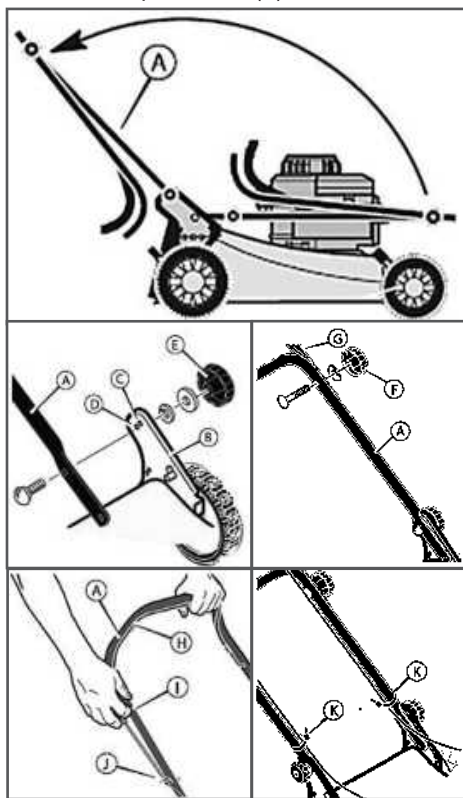

Рис. 2 Сборка газонокосилки
3. Установите нижнюю часть А рукоятки в рабочее положение (Рис. 2).
4. В скобе рукоятки (В) имеется два крепежных отверстия (Рис. 2). Используйте отверстие (С) для крепления рукоятки в верхнем положении. Используйте отверстие (D) для крепления рукоятки в нижнем положении.
5. Закрепите отверстие в любом из отверстий (С) или (D), в соответствии с рисунком. Закрутите зажимы (Е) до фиксации нижней части рукоятки.
6. Снимите зажимы (F) и крепежные элементы с нижней рукоятки (А). Установите верхнюю рукоятку (G) в рабочее положение. Затягивайте зажимы (F) до фиксации верхней и нижней рукояток в соответствующих положениях.
7. Для установки троса ручного стартера, сначала необходимо задействовать рычаг остановки двигателя (H). Медленно потяните ручку стартера (I) и заправьте трос стартера в направляющую (J).
8. Закрепите тросы на рукоятке, при помощи держателей (K).